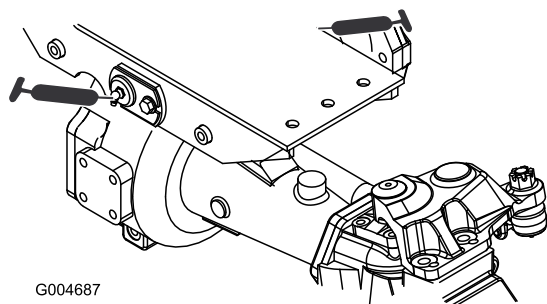

Figure 43
- 2 bagues de pivot d'essieux avant et arrière (Figure 43)